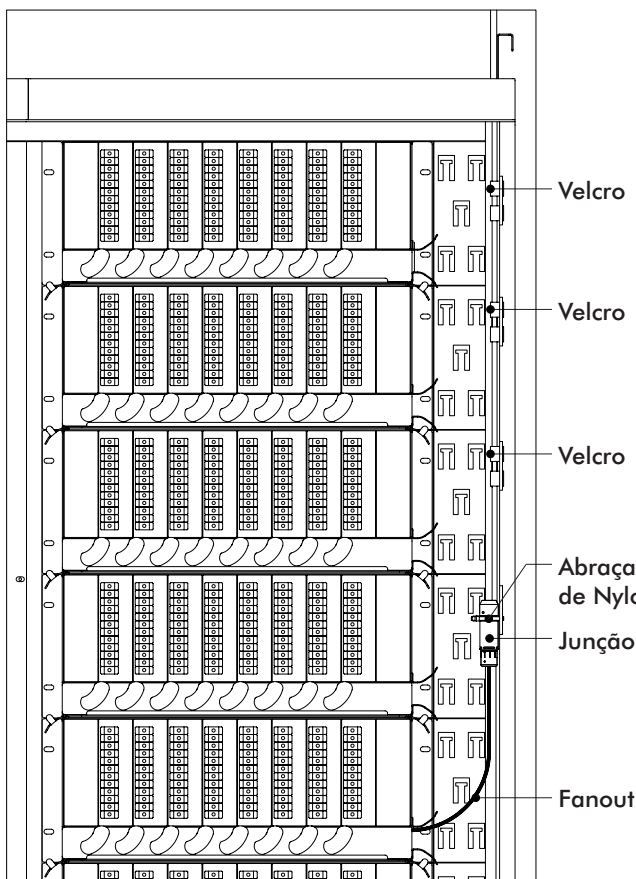

Figura 8
2. Guie os cabos Trunks – Fanouts até próximo aos Sub-Racks utilizando o suporte guia de cabos lateral do Rack FTH-900. Utilize o Velcro dupla face para a fixação durante o caminho e as abraçadeiras de Nylon de 150 mm na fixação da junção. Conforme mostrado na Figura 8.